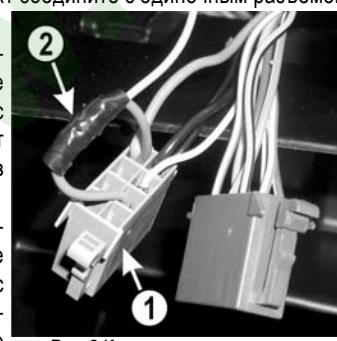
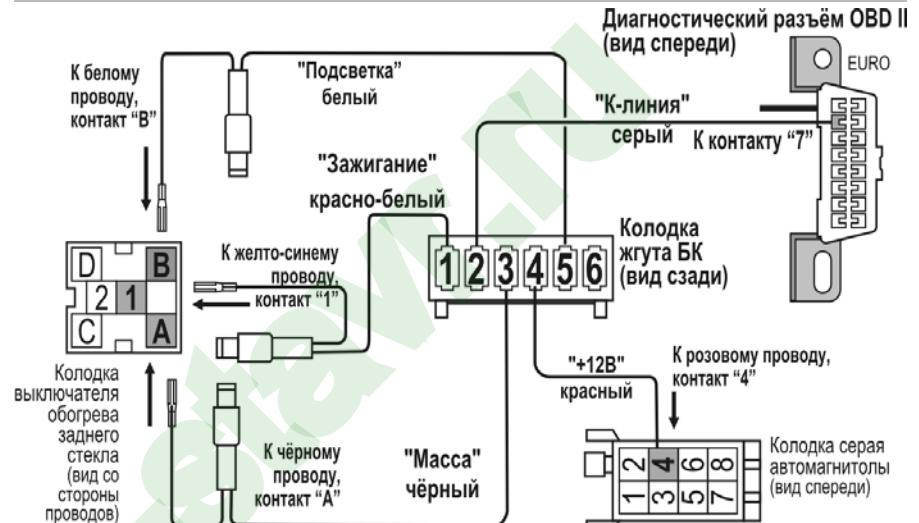
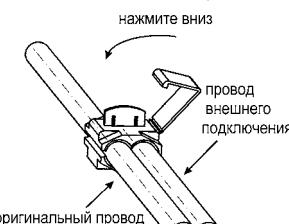
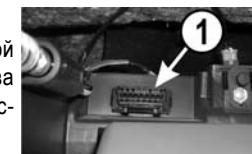

Рис.2 Колодка автомагнитолы
Рис.3 Схема подключения БК "ШТАТ PRIORA - X1"
Рис.5 Соединение проводов через зажим
Рис.4 Диагностическая колодка
4.4 Отсоедините колодку выключателя обогрева заднего стекла и произведите подключения согласно схеме подключения, **рис.3:**
4.5 Соедините красный провод (+12В) из жгута БК с розовым проводом, подходящим к 4-му контакту серой колодки автомагнитолы (поз.1, **рис.2**). Соединение производится на скрутке (поз.12 **рис.2**) или при помощи зажимов. Схематичное соединение проводов через зажим показано на **рис.5**.
4.6 Протяните серый провод К-линии из жгута до диагностической колодки (поз.1, **рис.4**), (находится внутри вещевого ящика слева (поз.3, **рис.2**)) и подключите его к диагностической колодке согласно схеме подключения (см. **рис.3**).
4.9 Подключите 6-контактную колодку жгута БК к бортовому компьютеру и установите его (см. **Рис.4**).